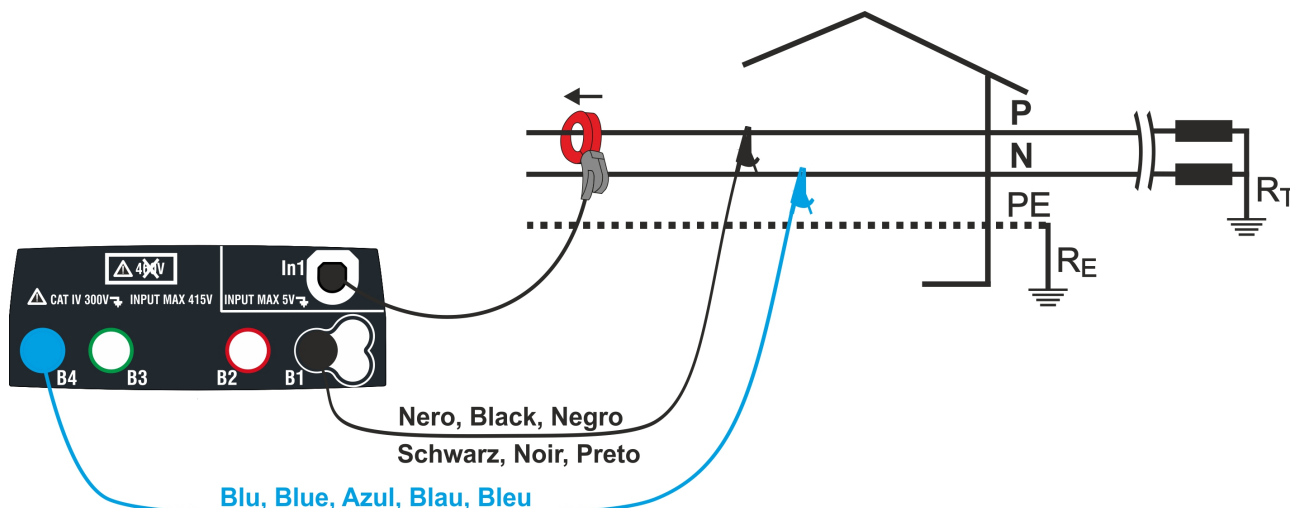

Fig. 36: Collegamento per misura su impianto Monofase
4. Inserire i connettori blu e nero dei cavi singoli nei corrispondenti terminali di ingresso dello strumento B4, B1. Inserire all'estremità dei cavi rimasta libera i corrispondenti coccodrilli o puntali. Connettere i coccodrilli, puntali alla fase P e N in accordo alla Fig. 36 per la misura della tensione in sistemi Monofase o alle fasi L1 e L2 in accordo alla Fig. 37 per la misura della tensione in sistemi Trifase equilibrati. Collegare la pinza esterna all'ingresso **In1** dello strumento e al conduttore di fase per sistemi Monofase o alla fase L3 per sistemi Trifase equilibrati. La freccia presente sulla pinza deve seguire il verso in cui fluisce la corrente, normalmente da generatore verso il carico come mostrato nelle Fig. 36 e Fig. 37.